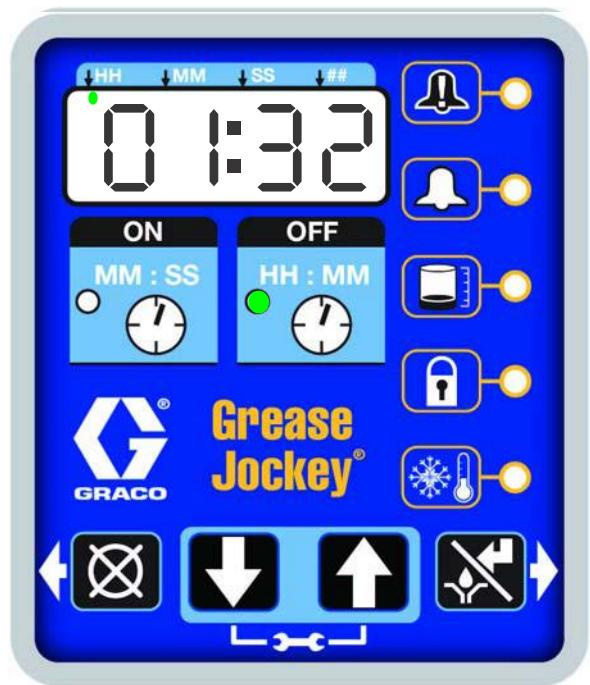

Рис.29
После завершения настройки насос автоматически начинает выполнять последовательность времени простоя (ВыКЛ) (Рис.29).
- В примере, приведенном на Рис.29, показано время простоя (ВыКЛ) — 1 час 32 минуты до начала смазочного цикла.
- Когда счетчик рабочего времени (ВКЛ) достигнет ноля, насос выключится и система опять перейдет в цикл простоя (ВыКЛ), а индикатор в поле "OFF" опять загорится (Рис.29).